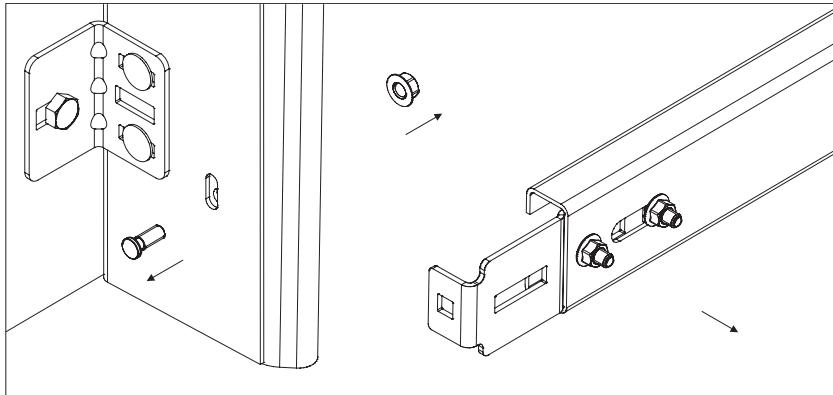

Рис. 11
- 8) демонтировать мерную планку, для чего отвернуть гайки нижних пресс-болтов и извлечь их (рис. 11);